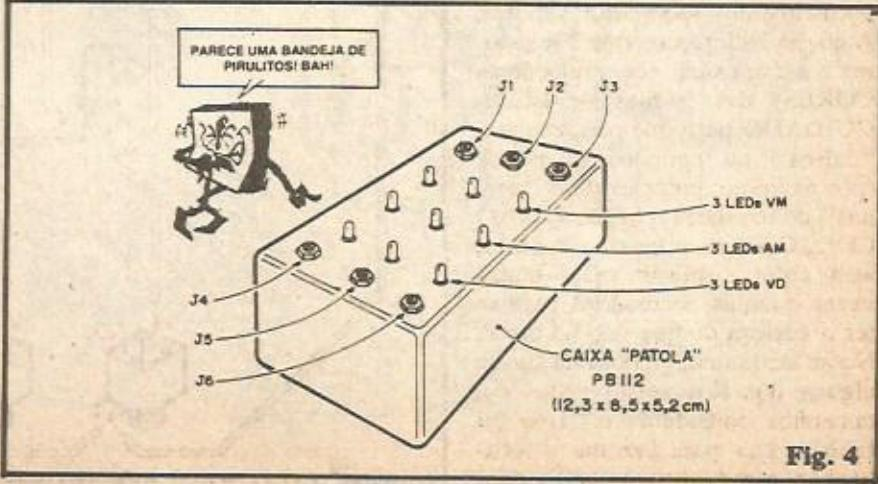
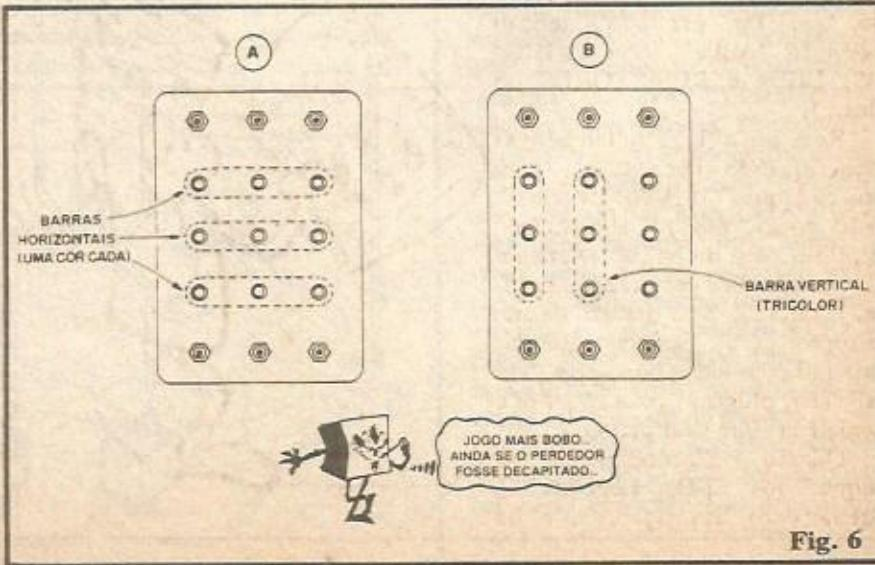

Fig. 4
Fig. 6
**FIG. 4** - Em 4-A um LED comum ("visível") aceso. Nosso olho pode detectar a radiação que ele emite, nas cores vermelho, amarelo ou verde... Já em 4-B temos um LED INFRA-VERMELHO (sua radiação luminosa tem frequência inferior à correspondente à cor vermelha...), em tudo, eletricamente, igualzinho a um LED comum, com um único (e importante...) detalhe: ele "está aceso", mas não vemos a sua luz! É isso mesmo: luz invisível! Parece coisa de ficção científica, mas não é... Usaremos, em futura "Aula" o LED infra-vermelho e seus complementos, ou seja: dispositivos eletrônicos capazes de "ver o invisível" (fototransistores e foto-diodos sensíveis à radiação infra-vermelha...).
**FIG. 4** - As interligações dos componentes anexos ao tabuleiro do JOGO DO QUADRADO LUMINOSO são também todas soldadas, porém a especial configuração mecânica do arranjo per-
- FIG. 6 - Jogando o QUADRADO LUMINOSO. Tudo ligado, conferido e devidamente "encaixado" (como na fig. 4), as 4 pilhas podem ser encaixadas no respectivo suporte. Com todos os 6 jaques
- A SEGUNDA MAIOR pontuação seriam duas colunas (verticais) de 3 LEDs (tricolor, portanto) acesas (fig. 6-B).